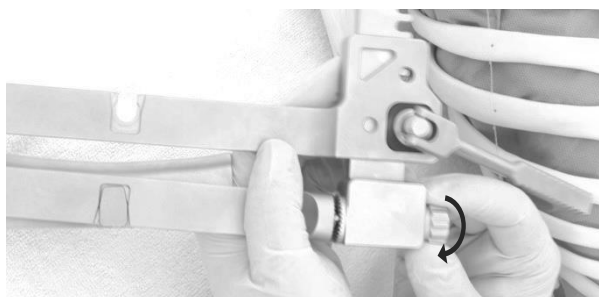

fig. 11
2. Vrid den roterbara retraktorarmen genom att lossa på fästskraven tills tänderna inte längre griper in i varandra. Vrid den vridbara retraktorarmen moturs så långt det går (kuggningen tillåter även mindre vridning). Dra åt fästskraven för hand (fig. 11).